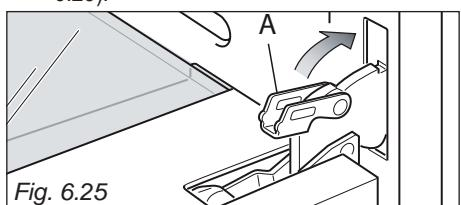

Fig. 6.25
- Déverrouillez la porte du four en l'ouvrant complètement et en fermant le levier "A" sur les charnières gauche et droite (fig. 6.25).